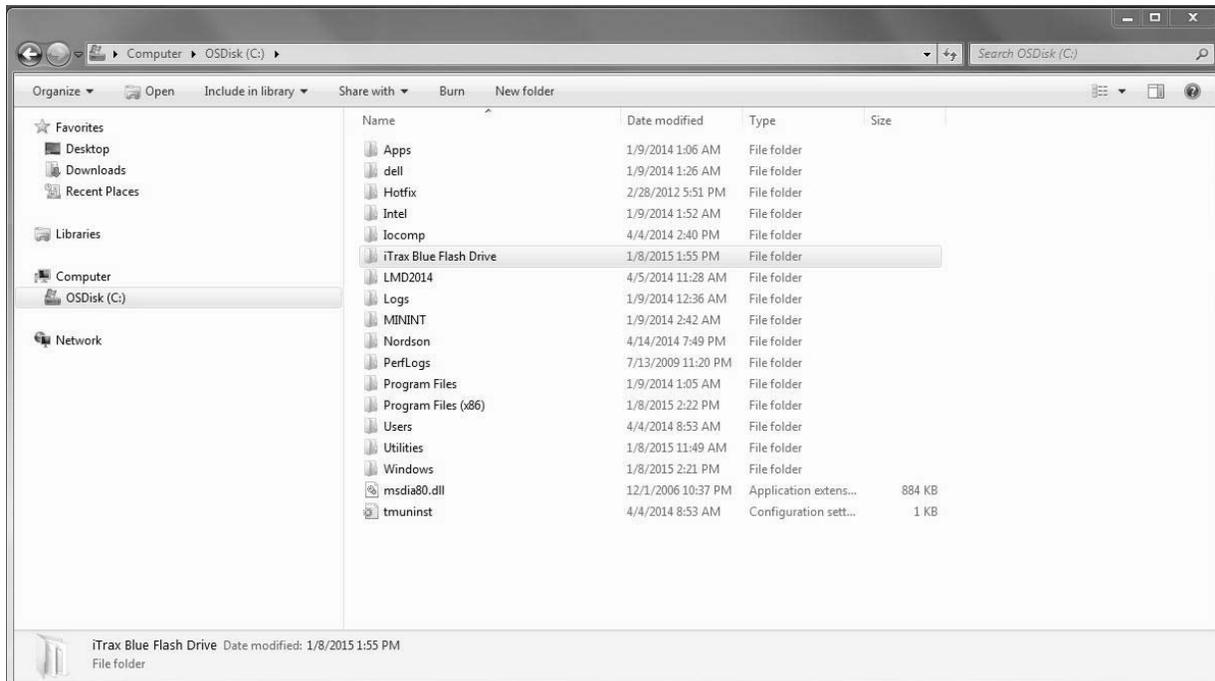

Abbildung 9 Erstellen des Ordners Blauer iTRAX USB-Stick
2. Siehe Abbildung 9. Den Ordner *Blauer iTRAX USB-Stick* nennen.